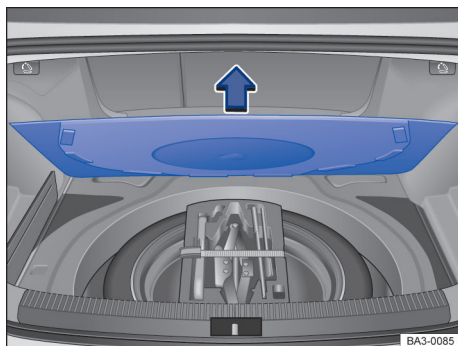

Fig. 140 No compartimento de bagagem: Remover o assoalho do compartimento de bagagem.
- Erguer o assoalho do compartimento de bagagem no sentido da seta → Fig. 140 e, se for o caso, removê-lo.